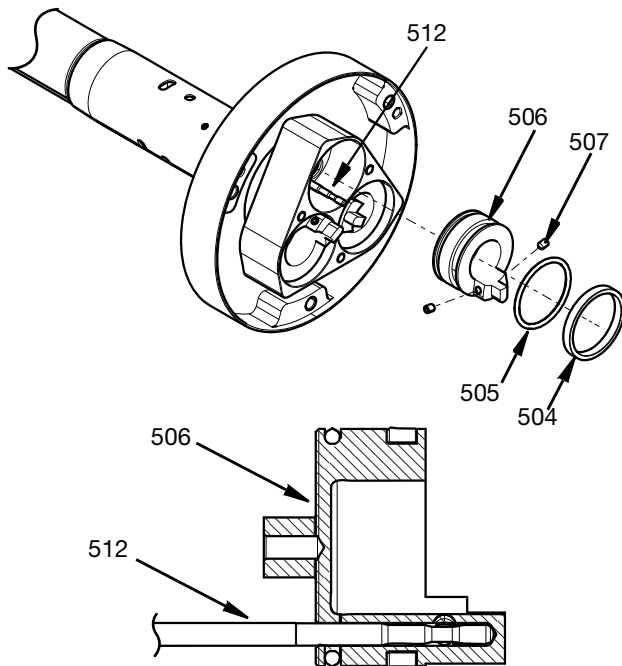

FIG. 31
- a. Smeer de O-ringen (505) en de geleideringen (504) in met synthetisch vet.
- c. Steek de zuigers in het cilinderhuis (509) terwijl u het gat van de stangafsluiter uitlijnt met de stangafsluiter (512).
- d. Duw de zuigers en de stangafsluiter samen, zodat de stangafsluiter onder in het zuigergat komen. Zie FIG. 31.
- e. Breng schroefdraadborgmiddel (Loctite™ 242 Blauw of vergelijkbaar) aan op de twee M4-schroeven (507) en draai ze vast om de zuiger en stangafsluiter samen te vergrendelen. Draai vast met 3,3 N•m (29,2 in-lbs).
- f. Controleer de beweging van de stangafsluiter en zuiger zodanig dat deze gelijkmatig bewegen zonder vast te lopen. Zie FIG. 31.